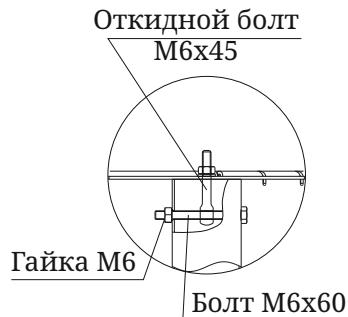

Рисунок 8
8. Установите дымовой купол с установленной в него трубой ф100м (L=400 мм) на опорные стойки и дымовую трубу ф100 мм (L=682 мм), установленную в патрубок печи для казана. Закрепите купол на опорных стойках с помощью болта M6x60 и **одного** болта откидного M6x45 (рисунок 8).